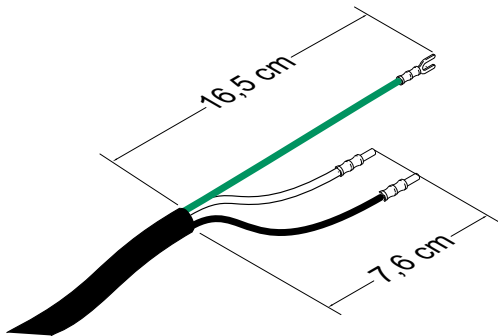

ABB. 3: Netzkabel
- Falls notwendig, Klemmringe verwenden. Siehe **Abb. 3**.